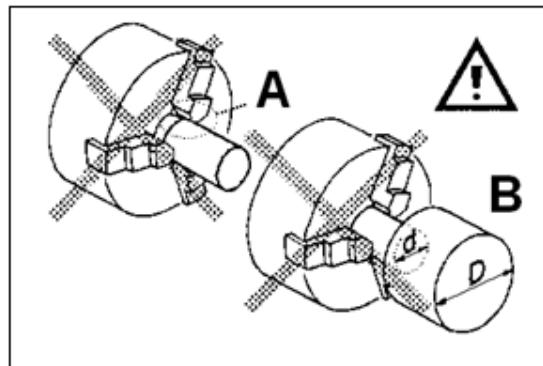

Рис.10
Избегайте зажимать короткие заготовки (A, Рис. 10) или зажимать на малом диаметре (B).